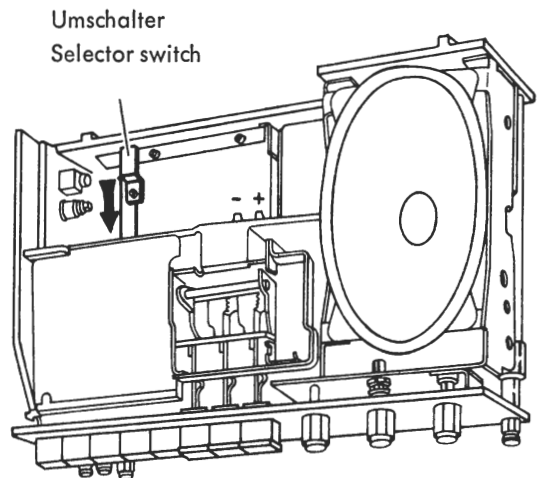

Fig. 11
**Achtung!** Beim Abgleich des MW- und LW-Vorkreises auf dem Wellenschalter muß der Umschalter in Pfeilrichtung geschaltet sein, Fig. 11. Nach dem Abgleich der MW-Ferritantennenspule darf die LW-Spule nicht mehr stark verschoben werden. Es muß daher die LW-Spule vor dem MW-Abgleich nach Sicht eingestellt werden, oder der MW-Ferritantennenkreis muß nach dem LW-Abgleich noch einmal überprüft werden.
**Attention!** When aligning the MW and LW pre. circuit on the waveband switch, the selector must be switched in direction of the arrow, fig. 11. After the alignment of the MW ferrite antenna coil the LW coil should not be much displaced. Therefore it must be adjusted before the MW alignment or the MW ferrite antenna circuit must be checked once more after the LW alignment.